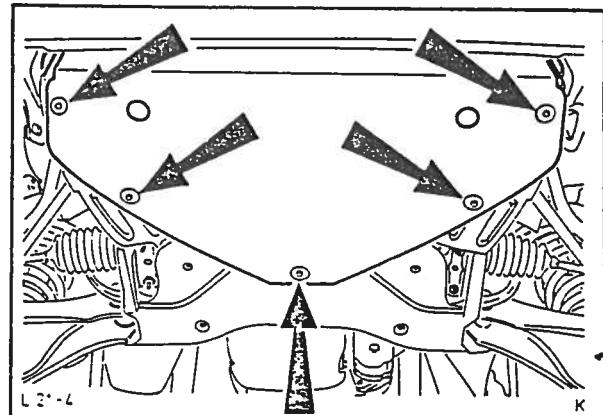

Fig. 92 Demontering av motorens spondeksel.
1. Kople fra batteriets godskabel og demonter motorens spondeksel nedenfra (5 bolter), fig. 92.